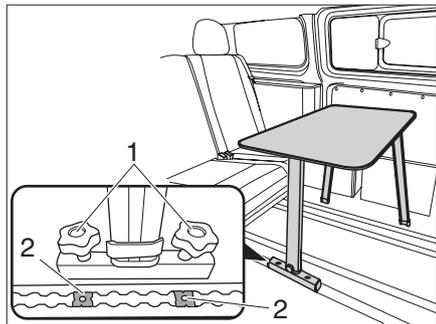

Fig. 50 Tavolo posizionato nel veicolo
- ▶ Posizionare il piede del tavolo sopra le linguette (Fig. 50/2).
- ▶ Avvitare 2 viti ad aletta (Fig. 50/1) nelle linguette (Fig. 50/1).